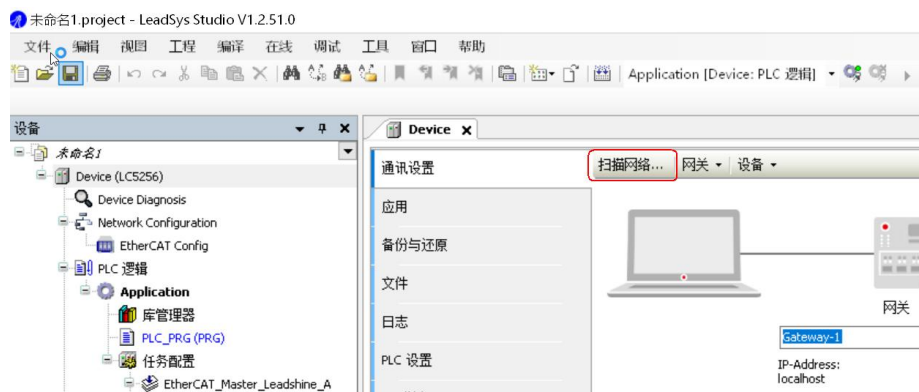

图 2.15 “扫描网络”，连接 PLC
- 1) 双击“device”，如图 2.15 所示，扫描网络，选择扫描到的 PLC。